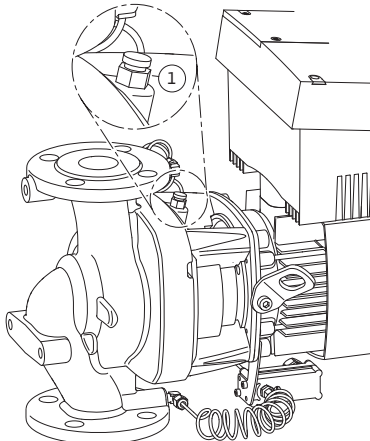

Fig. 47: 공기 배기 밸브
- 공기 배기 밸브(Fig. 47, 위치 1)를 풀어 펌프의 공기를 뺍니다. 공운전은 펌프의 기계적 실을 손상시킵니다. 차압 센서에서는 공기빼기를 하지 말아야 합니다(파괴의 위험).